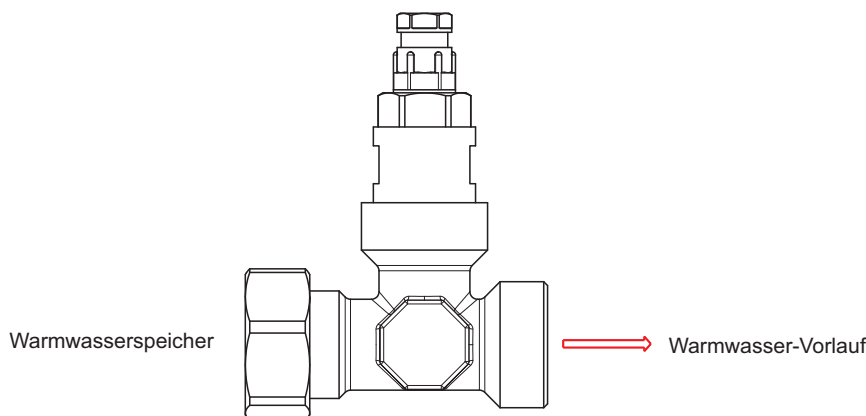

Abb. 4.3: Warmwasser-Vorlauf mit Tauchhülse für Temperaturfühler
- 1) Temperaturfühler ist in die Tauchhülse (Abb. 4.3 auf S. 6) des in den Warmwasservorlauf eingebauten Fitting einzu-stecken, ggf. Fühlerhülse vor den Einbau mit Wärmeleit-paste bestreichen.